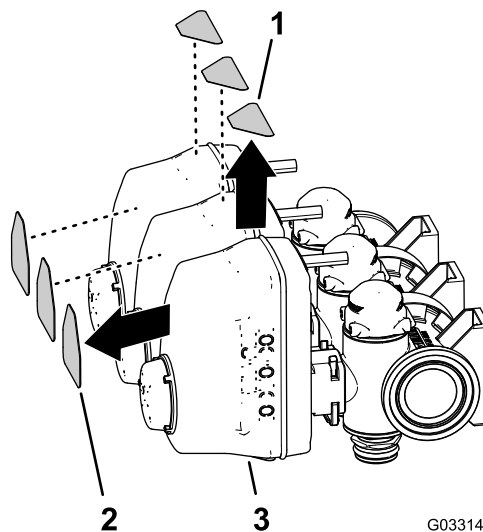

Figura 61
- Retire las 3 pegatinas de las válvulas de los brazos y las 3 pegatinas de las válvulas de desvío (Figura 61).